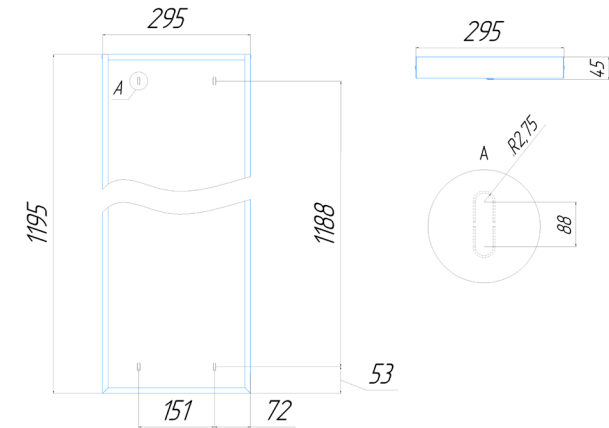

Рисунок 1. Габаритный чертеж Econex Office 1195x295 G2 EM
5.1.2. Для установки светильника необходимо повернуть торцевую панель и аккуратно снять рассеиватель. Надежно закрепить на ровной поверхности корпус светильника при помощи комплекта креплений, габариты для монтажа см. рисунок 1.